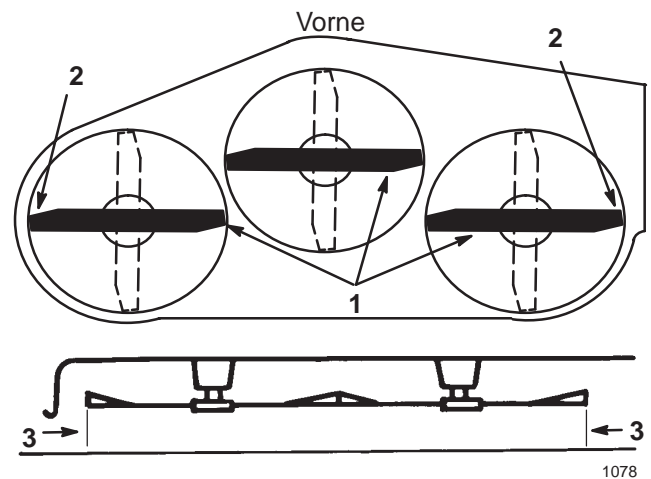

Bild 39
4. Drehen Sie die Schnittmesser vorsichtig von einer Seite zur anderen (Bild 39). Messen Sie den Abstand zwischen den äußeren Schnittkanten und der ebenen Oberfläche (Bild 39). Wenn beide Messwerte nicht innerhalb von 4,75 mm liegen, ist eine Einstellung erforderlich. Siehe Schritte 5 und 6.